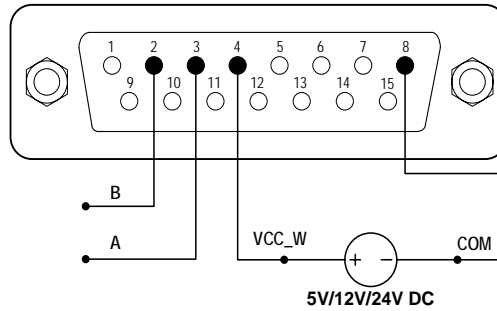
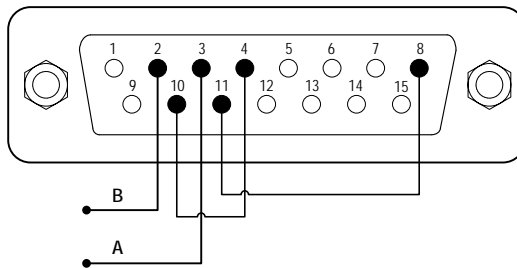

Abbildung 20. RS485-MODBUS-Verkabelung mit externer Stromquelle
Abbildung 21. RS485-MODBUS-Verkabelung mit interner 12V-Stromquelle
- 1) Wenn die Stromversorgung ausgeschaltet ist, verdrahten Sie den DB15-Stecker wie in Abbildung 20 oder Abbildung 21, und schließen Sie ihn dann an den DB15-Anschluss auf der Rückseite der Pumpe an. Um elektrische Störungen zu vermeiden, wird eine externe Gleichstromquelle empfohlen.